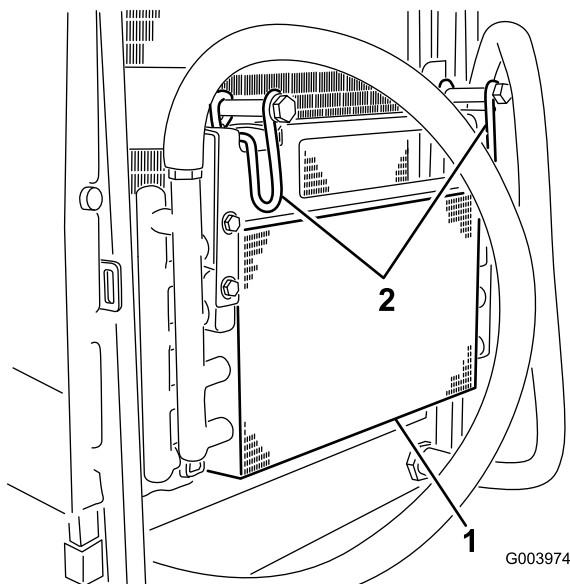

Bild 57
5. Drehen Sie die Riegel nach innen, um den Ölkühler zu lösen (**Bild 57**).